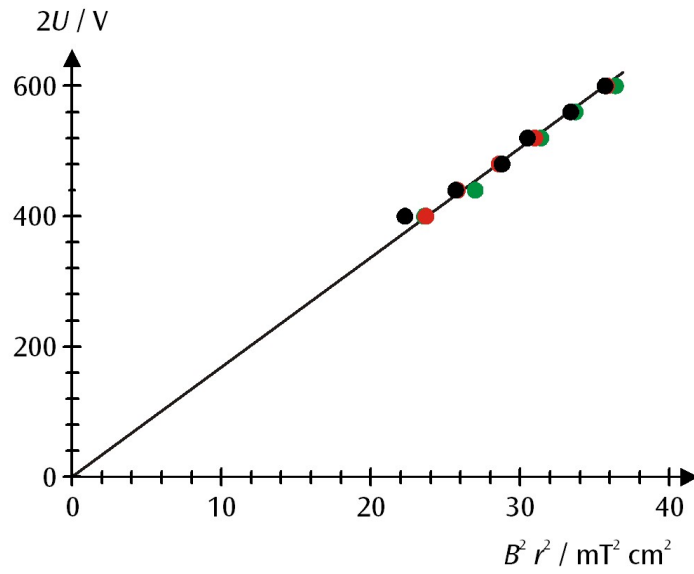

Fig. 3 Diagrama $r^2 B^2 / 2U$ de los valores de medición (negro: $r = 5$ cm, rojo: $r = 4$ cm, verde: $r = 3$ cm)
- Para la evaluación ulterior se llevan los valores de medida a un diagrama $r^2 B^2 - 2U$ (ver Fig. 3)